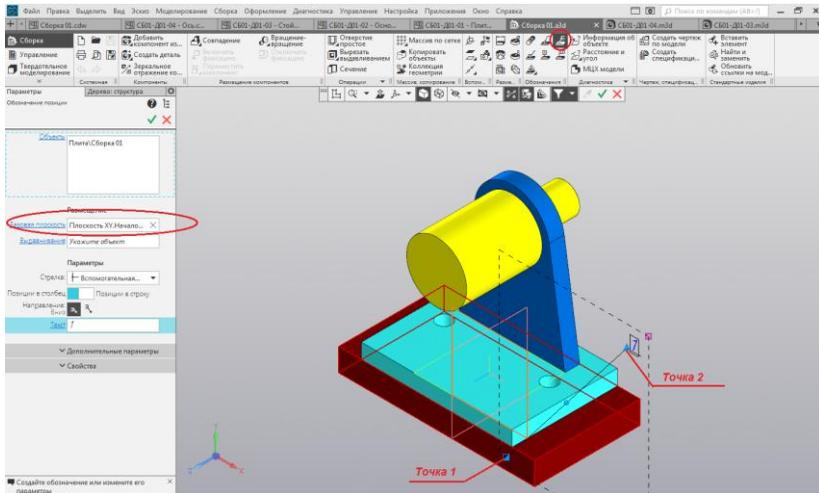

Рис. 42. Простановка позиционной линии-выноски и номера позиций к детали СБ01-Д01-01
01.a3d. Вызовите команду Обозначение позиции на панели Обозначения. Укажите объект, на который указывает линия-выноска — точку, ребро или грань на детали (точку 1), стараясь не указывать линии раздела деталей и укажите положение обозначения (точку 2). После ее указания автоматически определяется положение плоскости обозначения - по умолчанию одна из координатных плоскостей. Для изменения плоскости обозначения, если это необходимо, нажмите кнопку Базовая плоскость на Панели параметров и укажите плоскость XY - плоскость, совпадающую с плоскостью вида в чертеже (рис. 42). Нажмите кнопку Создать объект .